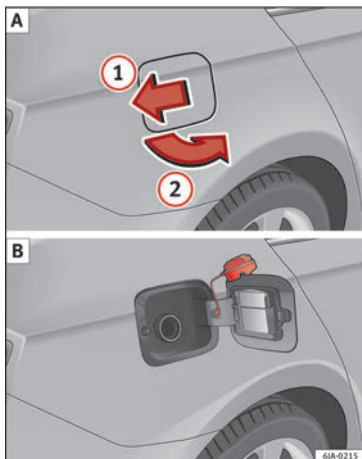

Fig. 203 Arrière du véhicule, côté droit : trappe à carburant/trappe à carburant avec bouchon dévissé.
Un autocollant placé sur la face intérieure de la trappe à carburant indique le type de carburant approprié pour votre véhicule, ainsi que la taille du pneu et la pression de gonflage de celui-ci » » fig. 203 B.
- Appuyez sur la trappe à carburant dans le sens de la flèche ① » » fig. 203.
- Ouvrez la trappe dans le sens de la flèche ②.
- Dévissez le bouchon de fermeture du réservoir à carburant vers la gauche et placez-le au-dessus de la trappe à carburant » » fig. 203 B.
- Une fois le véhicule déverrouillé à l'aide du verrouillage centralisé, appuyez sur la trappe à carburant dans le sens de la flèche ① » » fig. 203.